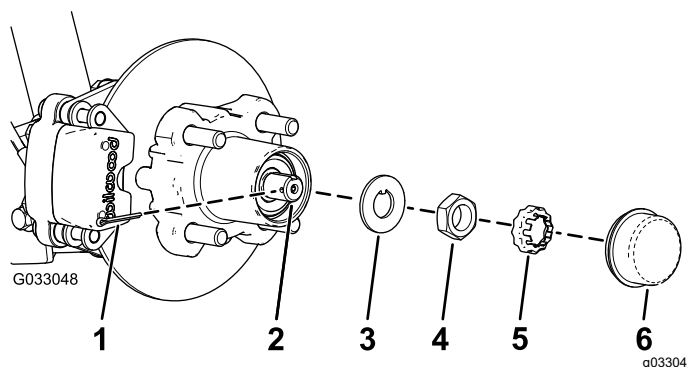
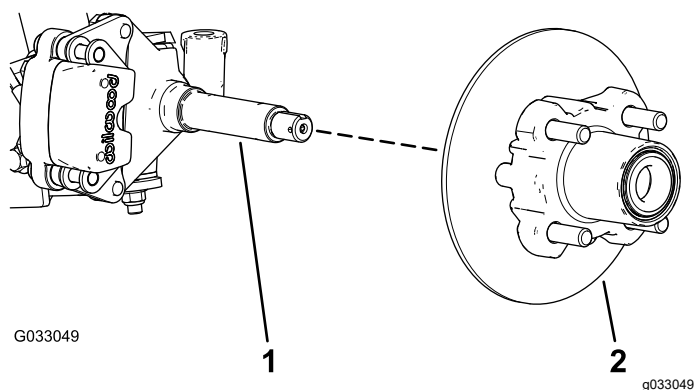

Figura 28
Figura 29
4. Retire o tampão 1/2 antipoeira do cubo (Figura 28).
5. Retire o contrapino e o retentor da porca do eixo e porca do eixo (Figura 28).
6. Retire a porca do eixo do eixo e afaste o conjunto do cubo e o rotor do eixo (Figura 28 e Figura 29).